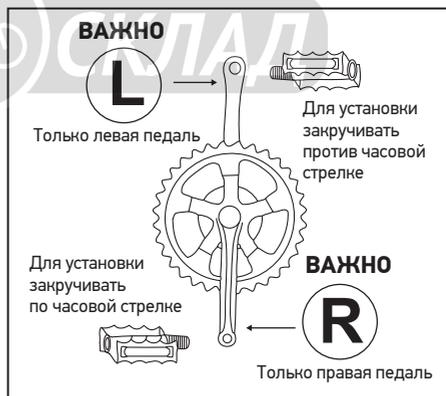

Рис. 9: Установка педалей
2. **Правая** педаль закручивается по часовой стрелке. **Левая** педаль закручивается против часовой стрелки (Рис. 9).